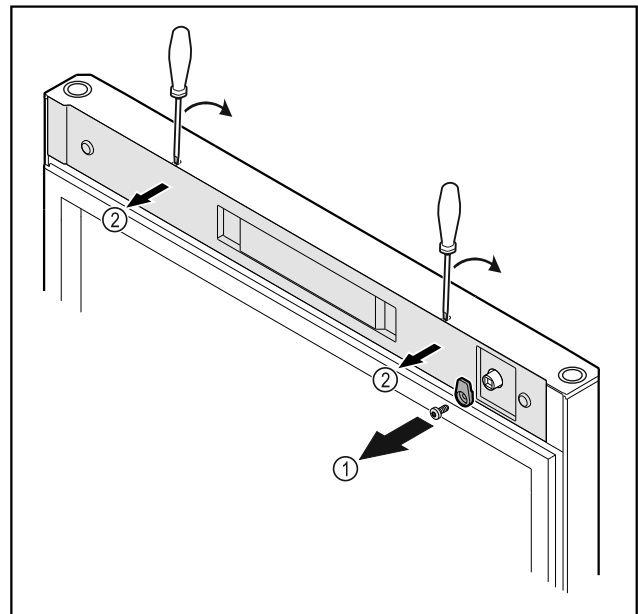

Fig. 7
- Sluithaak Fig. 7 (1) losschroeven.
- Afdekking Fig. 7 (2) met een kleine schroevendraaier losmaken en verwijderen.